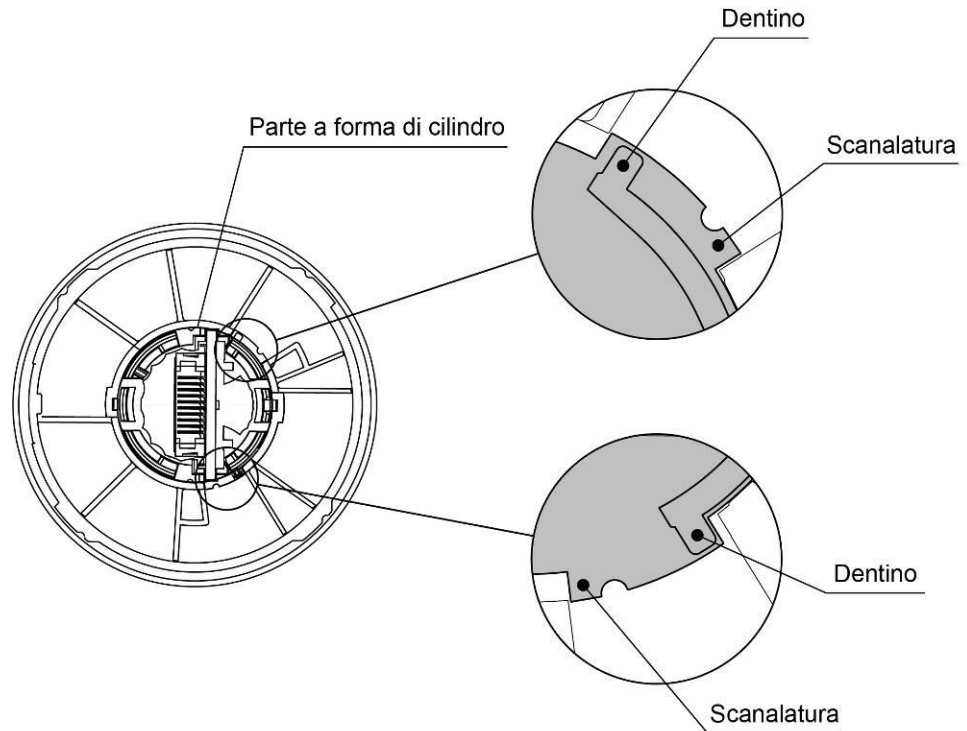
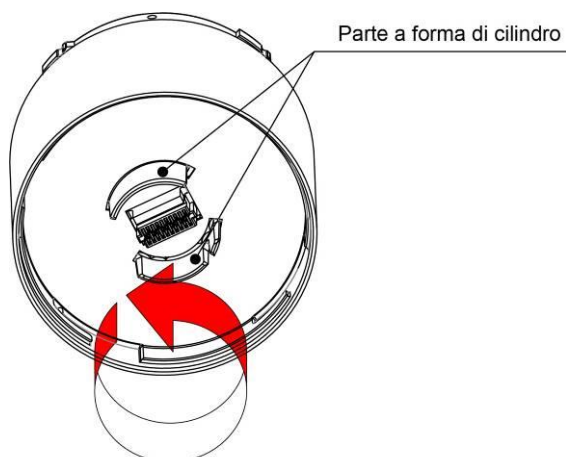

Figura 1
Figura 2
- ◇ Se una delle unità LED non si collega correttamente al prodotto, verificare che il dentino della parte a forma di cilindro che si trova sopra l'unità LED sia inserito correttamente nella scanalatura. Se la linguetta è fuori dalla scanalatura come mostrato nella Figura 1, vedere la Figura 2 su come riposizionarla. Poi quando si smonta l'unità LED dal prodotto, in base a come è stata montata, il dentino potrebbe uscir fuori dalla scanalatura (come mostrato nella Figura 1). Se si esegue di nuovo il montaggio con il dentino in queste condizioni, il prodotto potrebbe danneggiarsi.
- Al centro della parte inferiore del prodotto, girare la parte a forma di cilindro in senso antiorario. (Vedere ➡ Figura 2)